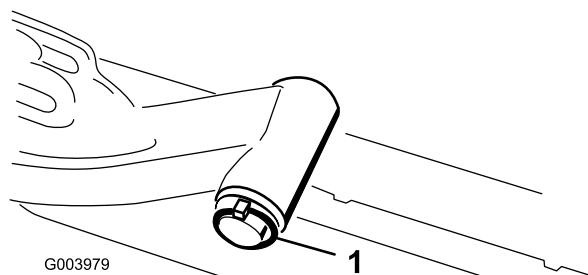

図 8
- A. 昇降アームのピボットシャフトを昇降アームに固定しているリンチピンとワッシャを外し、昇降アームからピボットシャフトを抜き出す（図 8）。
- C. 昇降アームのシャフトを昇降アームに差し込み、ワッシャとリンチピンで固定する（図 8）。